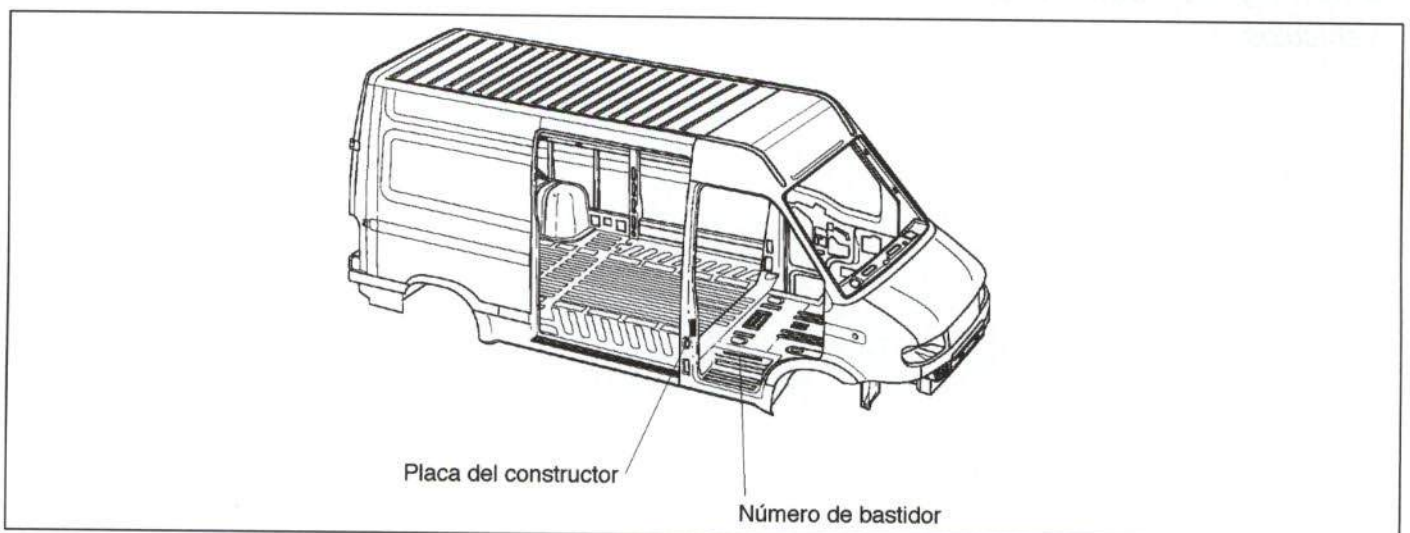

Figura 1.- Situación de las placas de identificación del vehículo
Las características que identifican al vehículo se recogen, debidamente codificadas, en la placa de constructor, pegada en el pilar central derecho. La situación de esta placa se refleja en la figura 1.
- El número de bastidor está troquelado en el estribo de la puerta delantera derecha (figura 1).